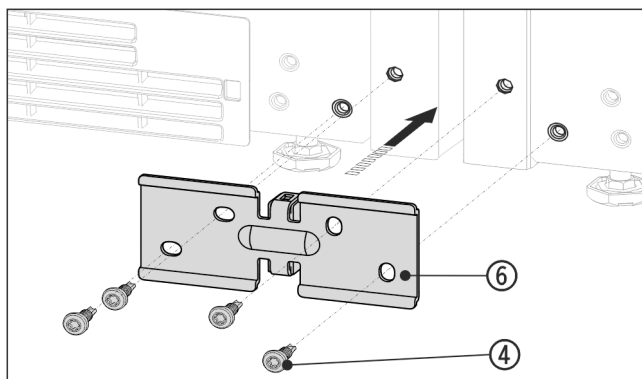

Fig. 13 Beispielhafte Darstellung
- Winkel Fig. 13 (6) mit dem Distanzstück zwischen die Geräte schieben und mit 4 Schrauben Fig. 13 (4) lose anschrauben.